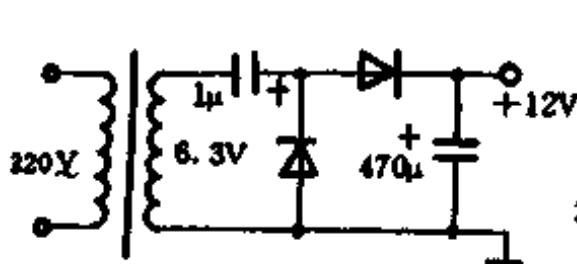
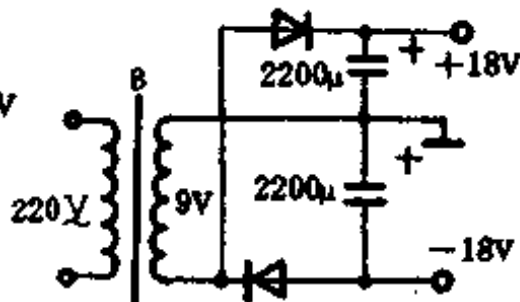
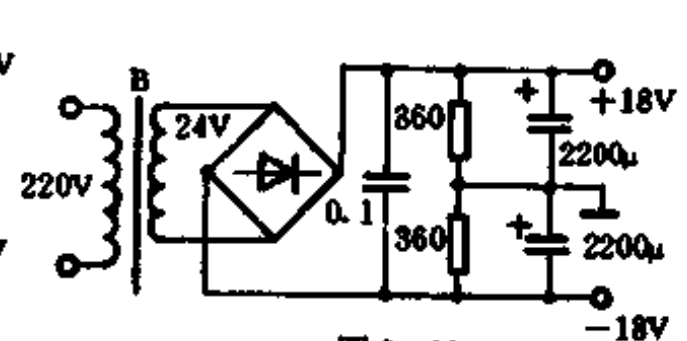

图 2-10
图 2-11
图 2-12
3. 灵活的整流电路。我们在制做直流电源时,有时手头的变压器的次级电压低,我们可采用倍压整流电路来解决,如图 2-10 所示。有时在制做正负对称电源,一时手头上又没有带中心抽头的变压器,这时要在整流电路上想办法,当次级电压较低,线径较粗时,可采用图 2-11 所示解决,在次级电压稍高时,可采用图 2-12 方法解决。